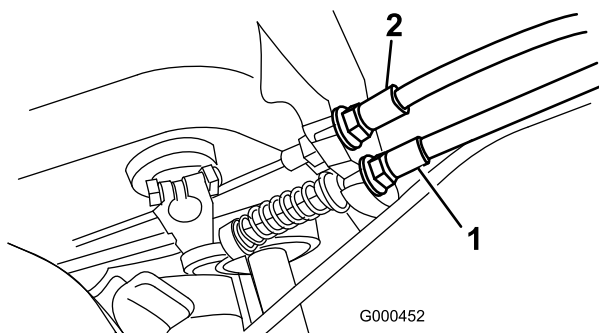

Figura 49
2. Para aumentar la tensión del cable, afloje la contratuerca delantera del cable y apriete la contratuerca trasera del cable (Figura 49) hasta que la fuerza necesaria para engranar el control de tracción sea de 5 - 5,9 kg.